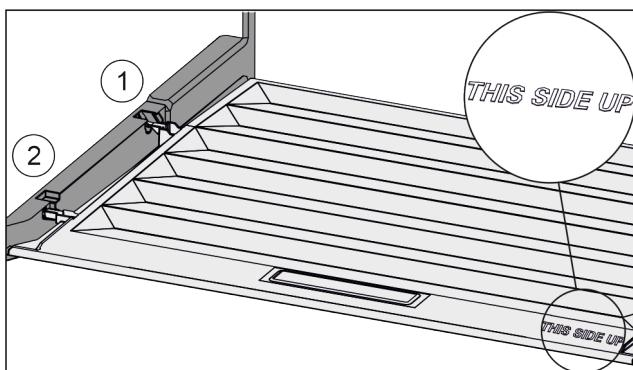

Fig. 135
- Вставить поперечные ребра крышки через отверстие заднего держателя Fig. 135 (1) и защелкнуть спереди в держателе Fig. 135 (2).